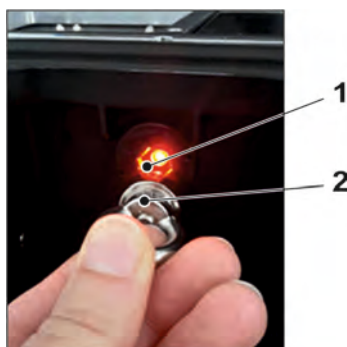

Abb. 32-10 Aufwecken des NivuFlow Mobile
2. NivuFlow Mobile „aufwecken“: dazu den mitgelieferten Magneten (Abb. 32-10 Pos. 2) vor den Reedkontakt (Abb. 32-10 Pos. 1; vorne am NFM) halten bis die LED leuchtet.